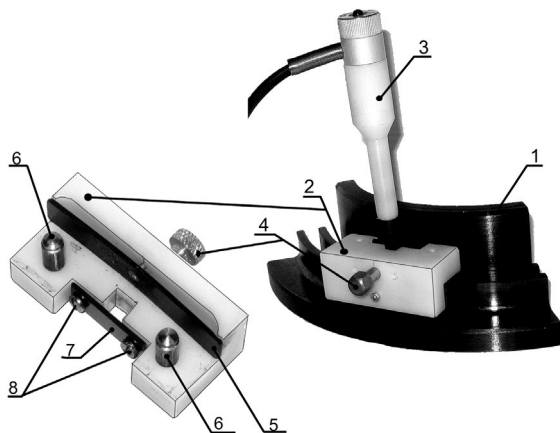

Рис. 6.10 Контроль паза П-образной формы
6.11.1.1 Установить на бездефектный участок паза шкива (поз.1 рис.6.10) сканер (поз.2 рис.6.10) так, чтобы его резьбовые штифты с упорными роликами (поз.7 рис.6.10) располагались в пазу шкива, а упругая пластина (поз.5 рис.6.10) упиралась в наружную поверхность контролируемого шкива. При этом происходит упор роликов (поз.7 рис.6.10) во внешнюю стенку паза.
6.11.1.2 Вывернуть винт (поз.4 рис.6.10) так, чтобы он не препятствовал установке преобразователя в сканер.
6.11.1.3 Вставить преобразователь «Тип-Н» (поз.3 рис.6.10) в прямоугольный паз сканера до упора в дно паза шкива так, чтобы его рабочая сторона с меткой в виде белой черты была расположена к наружной стороне наружного паза. При этом преобразователь должен быть прижат при помощи пластины (поз.7 рис.6.10) к наружной контролируемой стенке паза. При отсутствии прижатия, положение преобразователя необходимо отрегулировать винтами (поз.8 рис.6.10)
6.11.1.8 Установить вновь сканер с преобразователем на бездефектный участок паза шкива, определенный по п.6.11.1.4, и с помощью винта (поз.4 рис.6.10) отвести преобразователь от контролируемой стенки на 0,1 мм. Для этого вращать винт (поз.4 рис.6.10) до упора в корпус преобразователя, затем довернуть на 30...40°.
6.11.1.11 Пять-семь раз выполнить пп.6.11.1.9, 6.11.1.10, изменяя каждый раз положение преобразователя при помощи винта на 30°-40° (поз.4 рис.6.10).